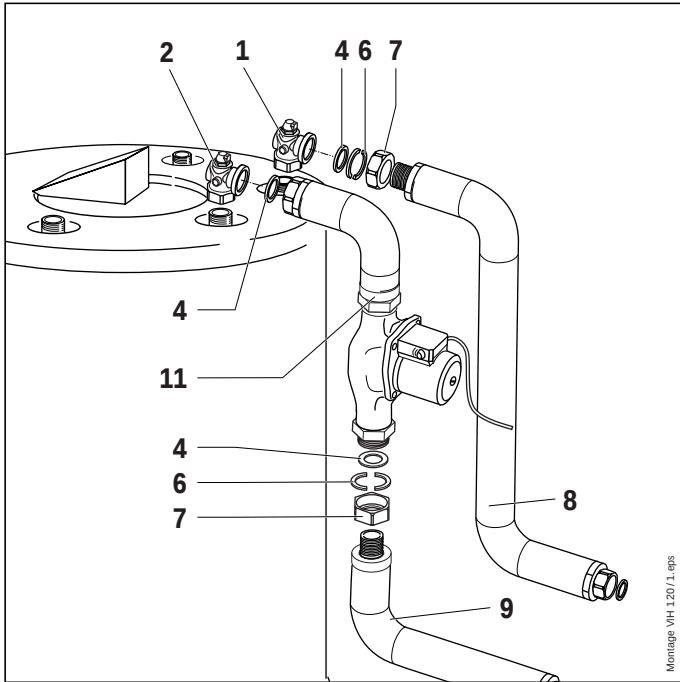

Abb. 6 Montage des Speicherladesets am Speicher VIH 120 - 200/6
- VIH 120 - 200/6 (siehe Abb. 6)
- Alle anderen Verschraubungen flachdichtend und gemäß Abb. 6 oder 7 montieren.